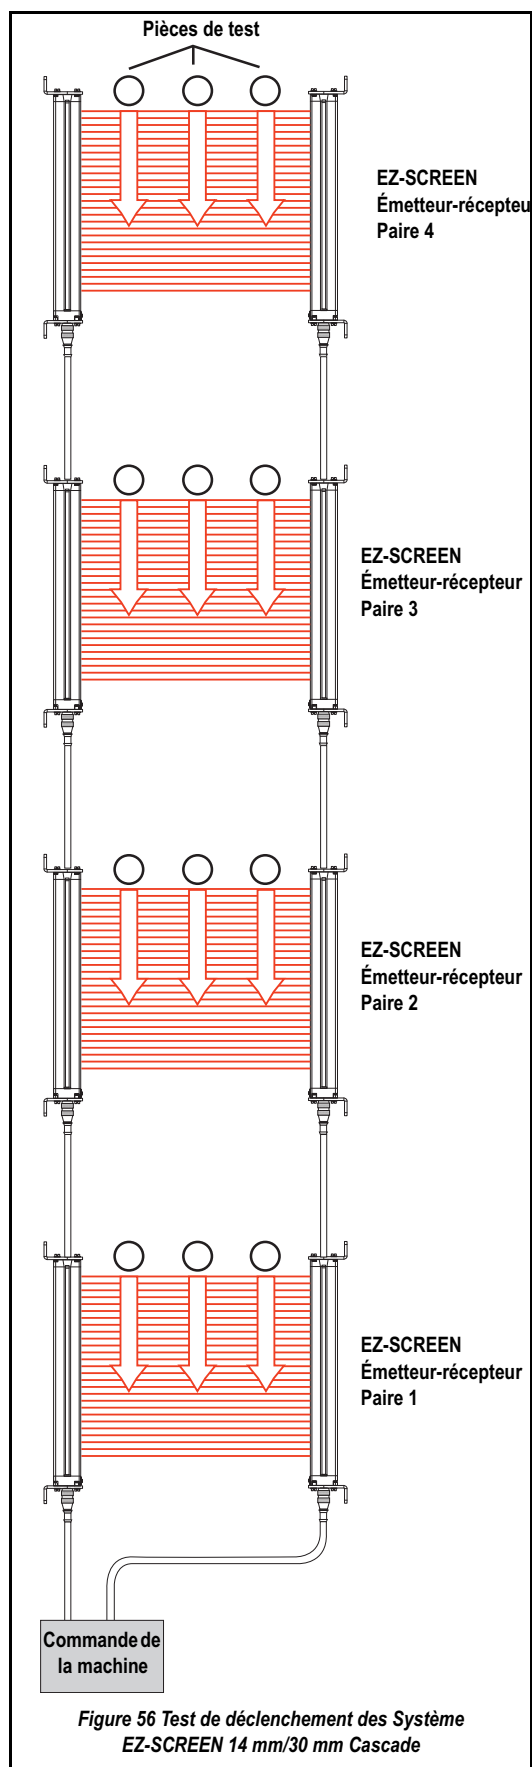

Figure 56 Test de déclenchement des Système EZ-SCREEN 14 mm/30 mm Cascade
- 3) Alors que la machine protégée est au repos, faire passer trois fois la pièce de test dans la zone définie ; une fois près de l'émetteur, une fois près du récepteur et une fois au milieu (**Figure 56 en page 110**). □